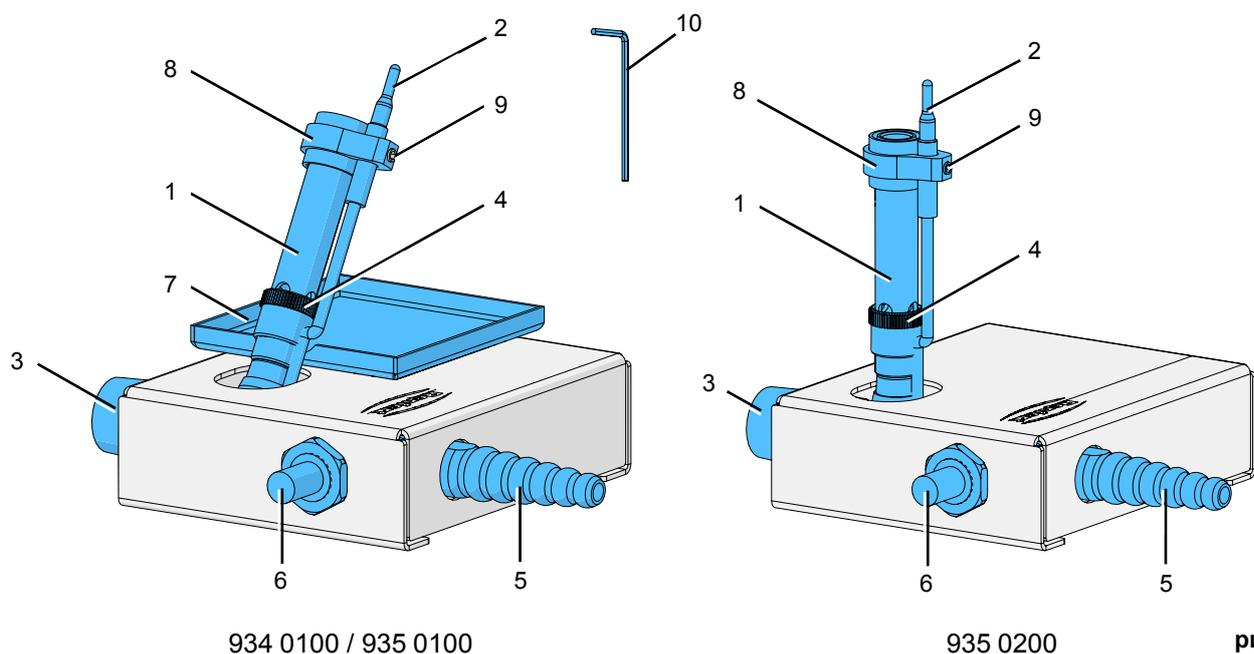

рис. 1
- ▶ Смесительная трубка (1, рис. 1)
- ▶ Держатель термодатчика (8, рис. 1)
- ▶ Поддон (7, рис. 1)